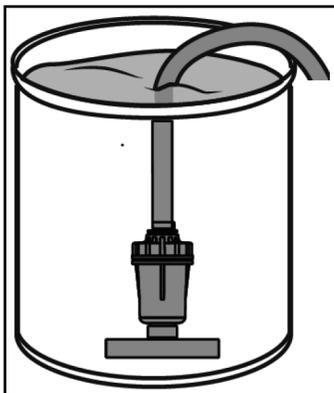

Рис. 11
8. Подключите всасывающий шланг к водопроводу и откройте подачу воды или погрузите всасывающий шланг с фильтром в емкость с водой (рис. 11), предварительно заполнив всасывающий шланг водой..